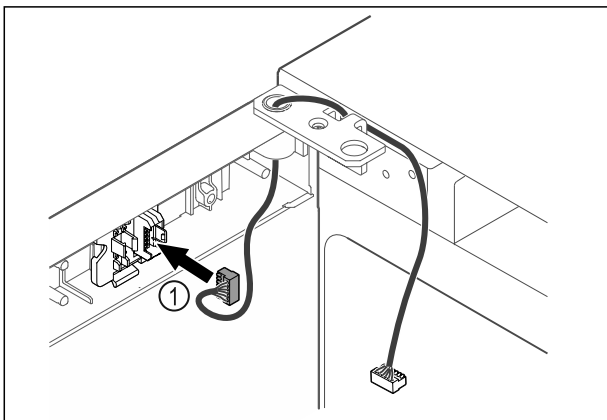

Fig. 59
- ▶ Dugja be a dugót Fig. 59 (1) a dugófoglalatba.